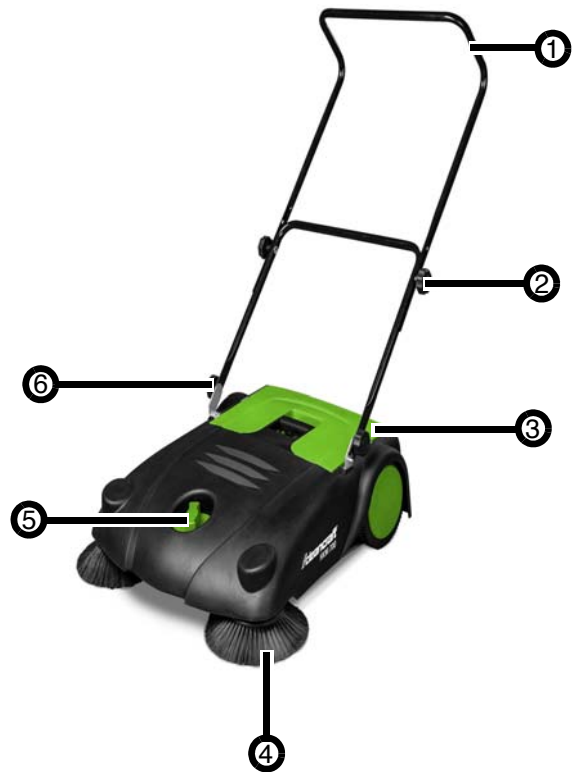
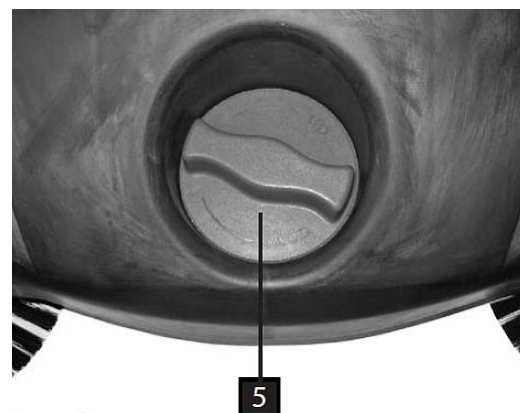

Abb. 3: Gerätebeschreibung HKM 700
Abb. 8: Einstellung Zuführbürsten
Durch Schieben der Kehrmaschine werden über Riemenantriebe (A) die Zuführbürsten (4, Abb. 3) und die Kkehrbürsten (B) in Rotation versetzt. Die rotierenden Zuführbürsten (4, Abb. 3) kehren den Schmutz zur Mitte. Dieser wird von den beiden gegenläufigen Kkehrbürsten (B) aufgesammelt und in den Schmutzfangbehälter (3, Abb. 3) befördert.
Je nach Anwendungsfall und Verschleiß können die Zuführbürsten (4, Abb. 3) stufenlos über die Einstellschraube (5, Abb. 8) verstellt werden. Drehen Sie die Einstellschraube im Uhrzeigersinn, um den Abstand zum Boden zu erhöhen. Drehen Sie die Einstellschraube gegen den Uhrzeigersinn, um den Abstand zu verringern.